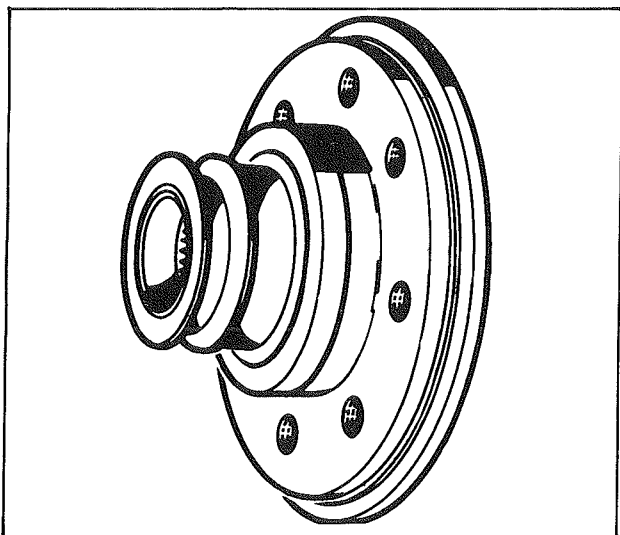

Fig. 5
- Déposer les billes du chemin de roulement intérieur restées sur le moyeu, puis déposer la cage en plastique (fig. 5)